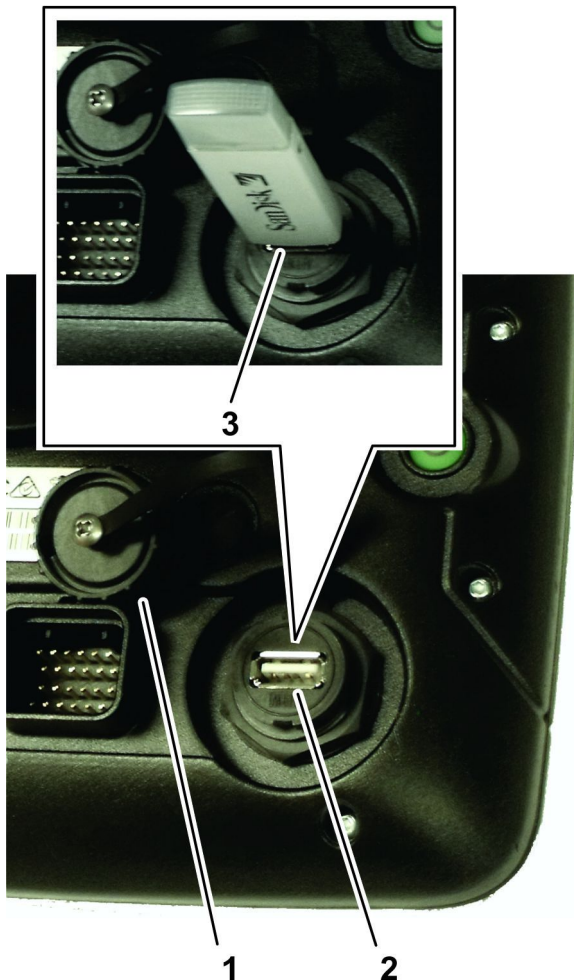

Figura 88
1. Rimuovete il tappo della porta USB situata sotto il pulsante di accensione (Figura 88).
2. Inserite un dispositivo di archiviazione USB nella presa USB (Figura 88).